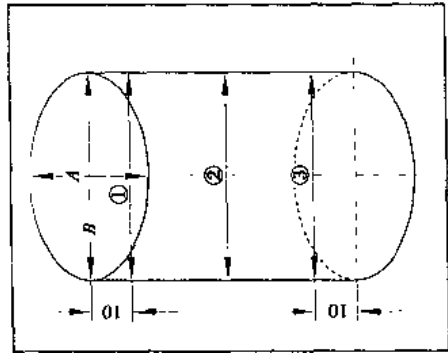

图 1-19 缸径尺寸的检查
- ②标记安装位置和气缸号。
- ③活塞顶部箭头指向皮带轮。
- ④用活塞环卡钳安装。
- ⑤缸径尺寸检查如图 1-19 所示。测量 3 点,每点检测 A 和 B 两个方向的尺寸,要求与公称尺寸最大偏差为 0.08mm。